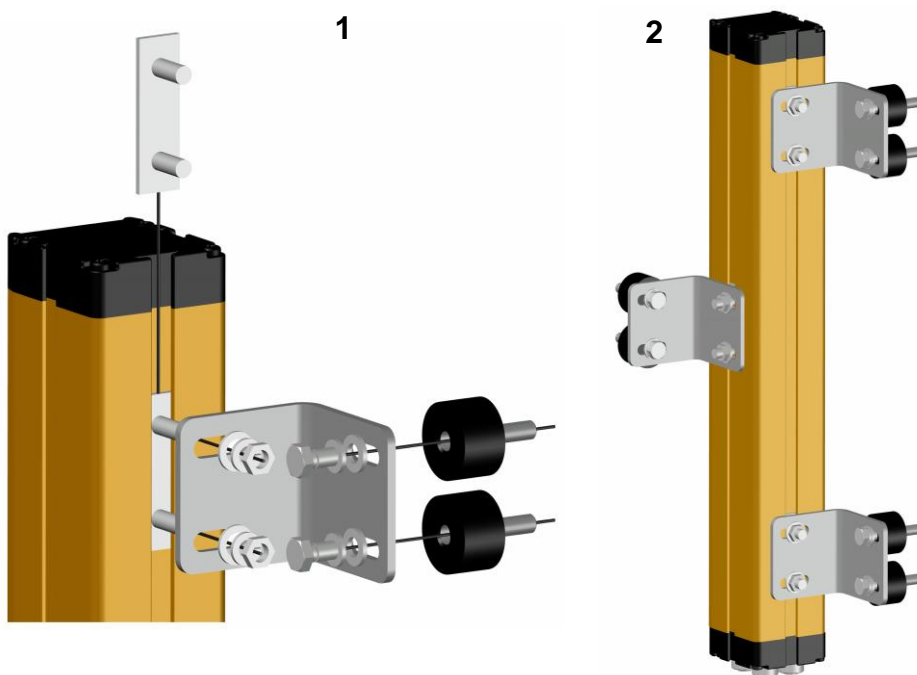

Figure 2
- Assicurare la staffa alla macchina pericolosa, grazie al supporto antivibrante, mediante rondella piana, rondella grower e vite M6 x 10 (**step 1, fig. 2**).
- Fissare quindi la barriera sulla staffa con: inserto, rondella piana, rondella grower e dado M6 (**step 1, fig. 2**).
- Serrare il dado M6 (**step 1, fig. 2**).
- In caso di installazione di barriere di lunghezza superiore a 1050mm, fissare (se possibile) 2 supporti sul retro e il terzo su di un lato (**step 2, fig. 2**).
- Secure the bracket to the hazardous machine by the anti-vibration damper using flat washer, grower washer and M6 x 10 screw (step 1, fig. 2). **(step 1, fig. 2).**
- Secure the barrier to the bracket with: insert, flat washer, grower washer and M6 nut **(step 1, fig. 2).**
- Tighten M6 nut **(step 1, fig. 2).**
- If the model installed exceeds 1050mm height, if possible fix 2 antivibration dampers on the rear side and 1 on one side of the barrier **(step 2, figure 2).**